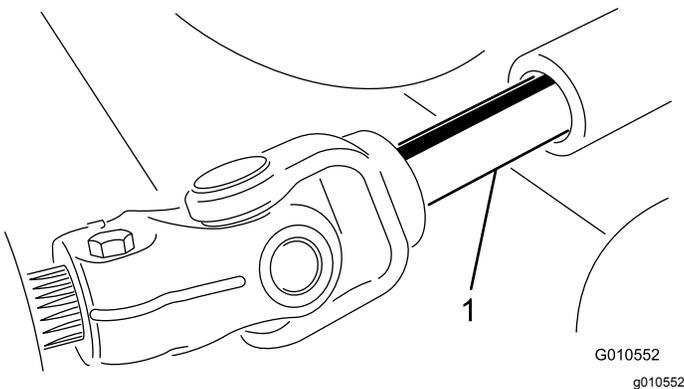

図 23
5. PTO シャフトのオスメスの接続部分を解除して、カッティングユニットをトラクションユニットから引き出す 図 23。
3. オスの PTO シャフトとメスの PTO シャフトを接続する 図 23。